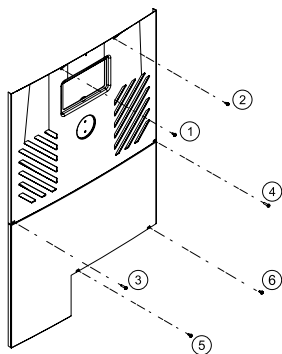

Figure 125. Vis à tête pour retirer le panneau de commande
2. Pour accéder au panneau de contrôle avant de l'appareil, utilisez un tournevis à tête hexagonale de 1/4 po pour dévisser les six (6) vis. Consultez la Figure 125 pour plus d'informations.